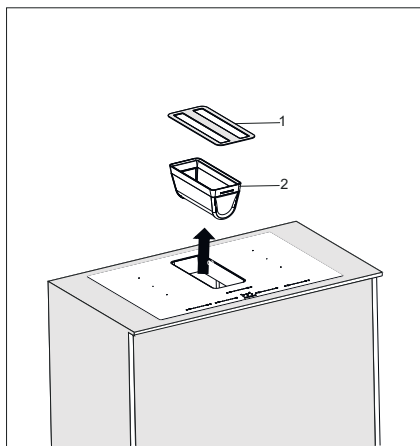

Fig. 12
1. ➔ ■ For at afmontere fedtfilteret skal den dekorative frontplade først fjernes i pilens retning (Fig. 12).